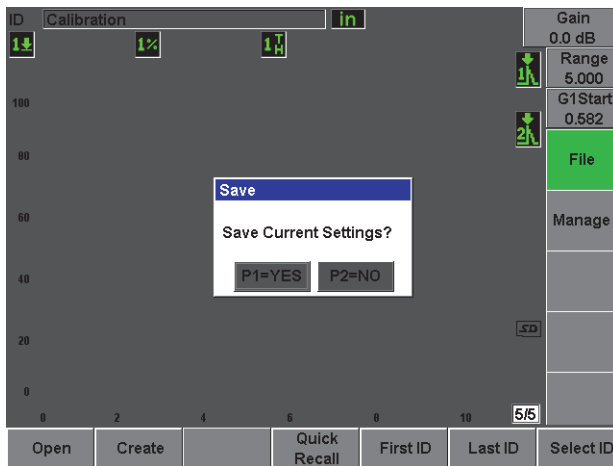

图 2-22 保存对话框
10. 按 **Save**（保存）（参见第 52 页的图 2-22）。